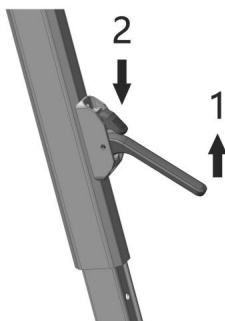

Figura D7
a. Sollevare il fermo del braccio e premere verso il basso la testa di bloccaggio, quindi far scorrere fuori dal braccio di supporto all'altezza appropriata (Figura D7) e rilasciare la testa di bloccaggio per bloccare il supporto braccio.